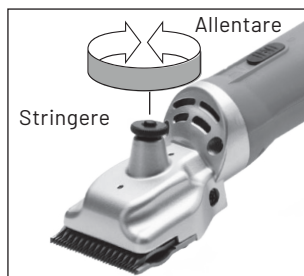

Fig. 1
2. Per regolare la tensione delle lame, avvitare la vite di regolazione (2) fino al raggiungimento di una prima resistenza (fig. 1).